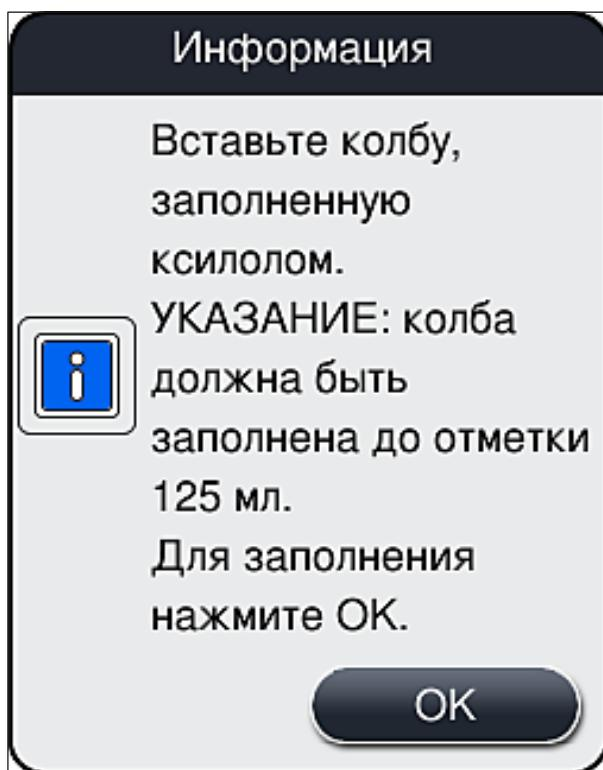

Рис. 101
10. Подтвердите информационное сообщение (→ Рис. 101) нажатием на **OK**.